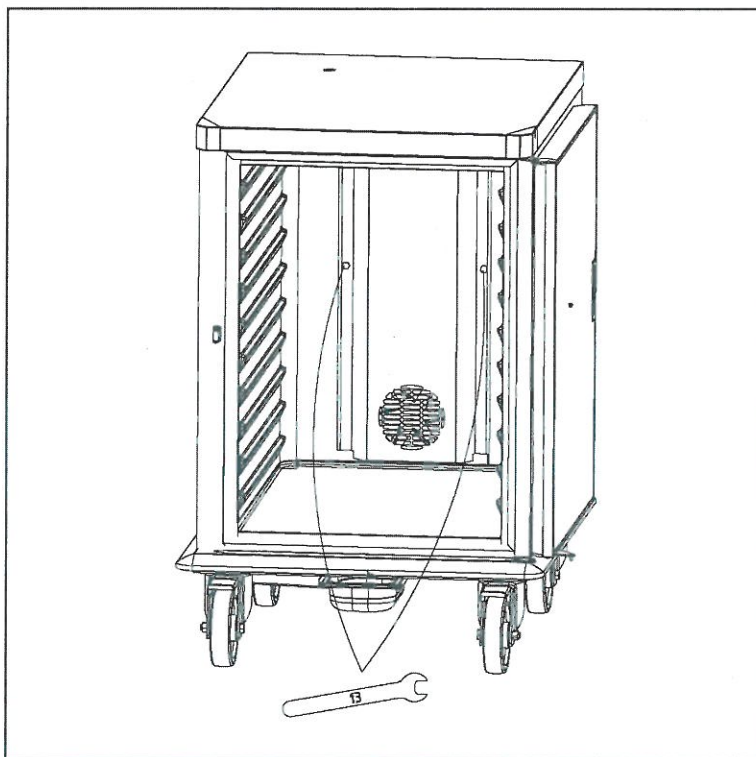

Figure 6
- Die beiden Befestigungsschrauben des Luftkreislaufes lösen (Schlüssel 13 /GN10, GN17 und GN20 und 2GN20 : 2 Schrauben -GN40 und GN68: 4 Schrauben) - (Abbildung 6).